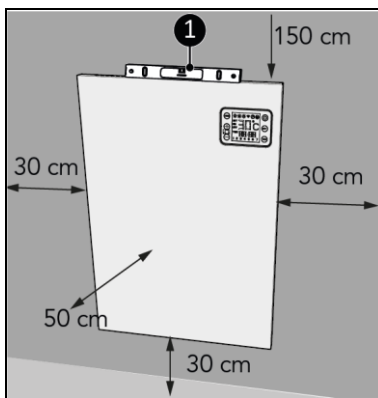

Figure 7
1. Placez l'appareil sur une surface verticale et solide. Utilisez un niveau à bulle pour placer l'appareil (figure 7, pos. 1).
2. Placez l'appareil en respectant une distance minimale (figure 7) de :